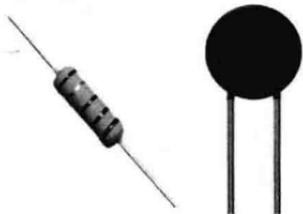

图 1-1 通孔电阻
① 通孔电阻。有引线的电阻称为通孔电阻，其外形如图 1-1 所示。